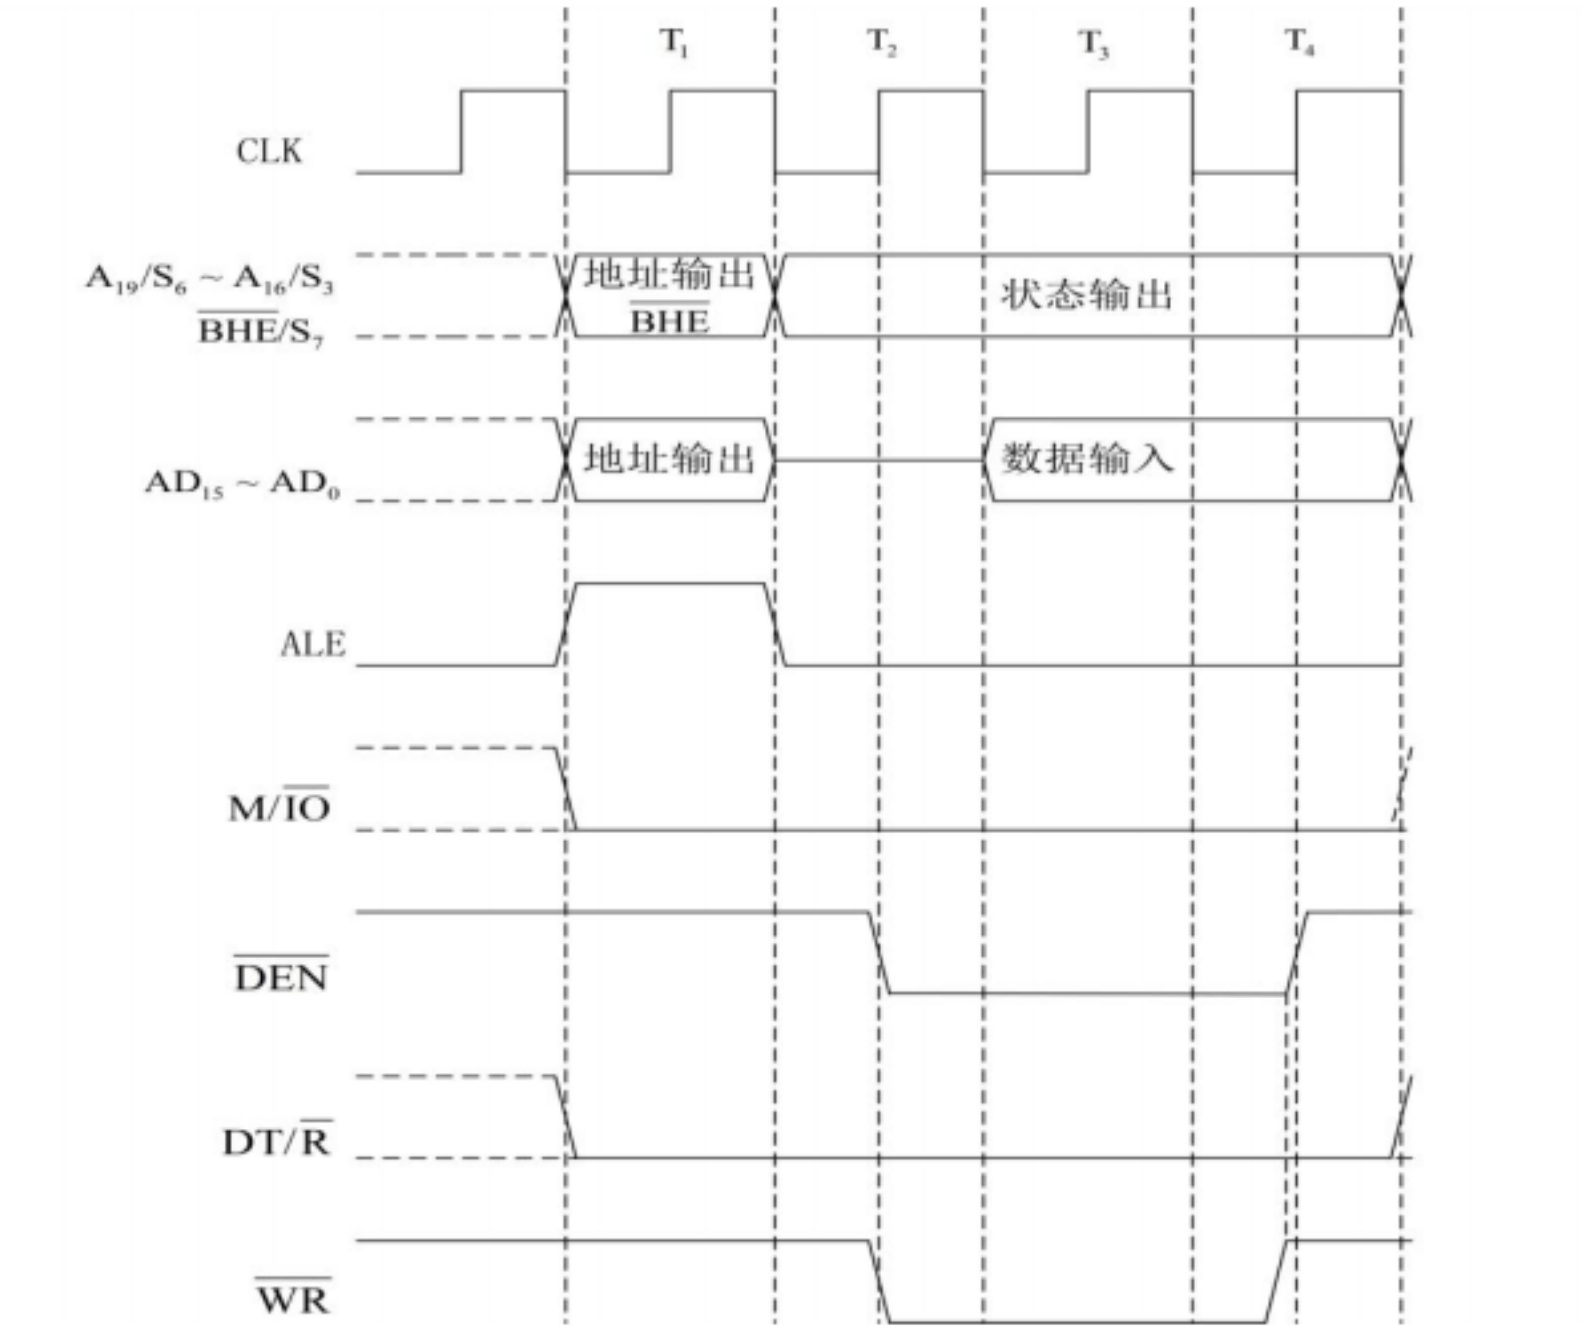

图 5.6 执行 OUT DX , AX 指令的时序参考图
(3) 执行 OUT DX , AX (DX 的内容为偶数) 指令的时序图如图 5.6 所示。